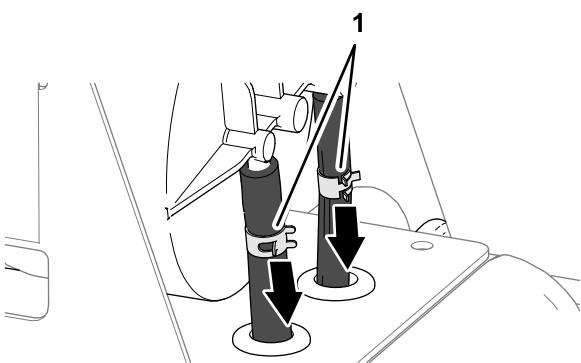

Bild 84
3. Lösen Sie die beiden Schlauchklemmen, mit denen die Schläuche an den Anschlüssen des Aktivkohlefilters befestigt sind (Bild 84).